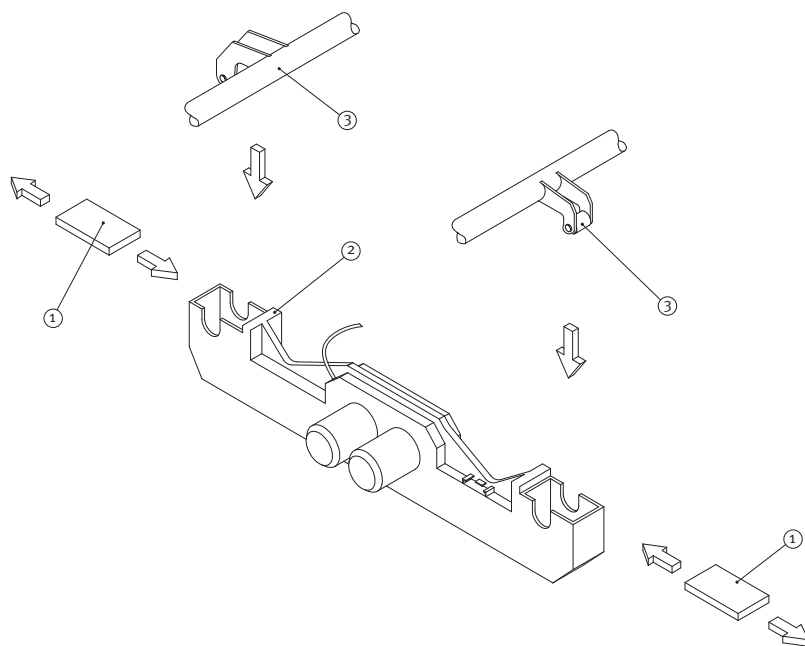

Fig.12 Sostituzione dello spintore elettrico movimentazione sezioni letto.
7.1 Sostituzione dello spintore elettrico movimentazione sezioni letto (Fig. 12)
È possibile che i due steli di azionamento del nuovo spintore elettrico, siano posizionati diversamente rispetto a quelli dello spintore precedentemente rimosso. Per tale motivo, può essere necessario muovere manualmente le sezioni del letto per consentire il perfetto inserimento delle due aste di azionamento (3, Fig. 12) sui rispettivi alloggiamenti dello spintore elettrico.
- Rimontare i due sportellini (1, Fig. 12) sullo spintore elettrico ed agganciarli premendo manualmente con forza.